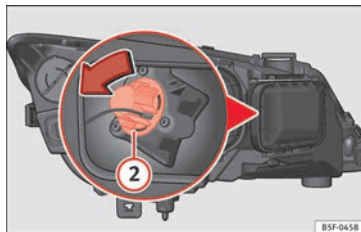

Fig. 106 Lámpara de luz intermitente.
- Gire el portalámparas **»» fig. 106 ②** a la izquierda y tire.